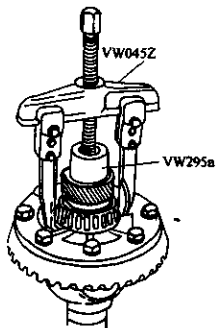

图 3-110 拆下另一侧
4) 拆下差速器另一侧轴承,如图 3-110 所示。同时取下车速里程表主动齿轮和锁紧销。